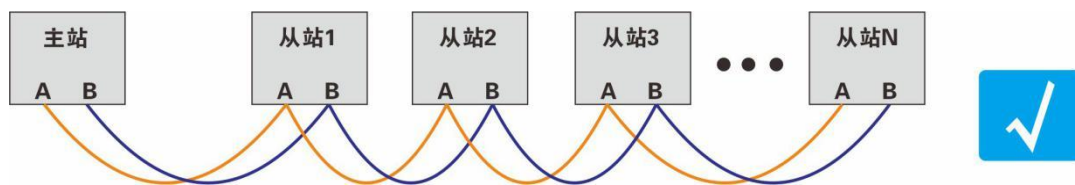
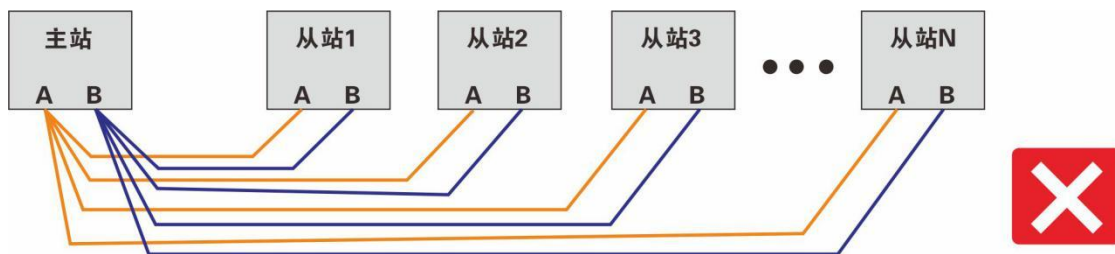

图 5.1
图 5.3
1、采用标准 RS485 总线布线方式俗称手拉手的连接方式如图 5.1 和 5.2，应尽量避免星型连接方式如图 5.3。